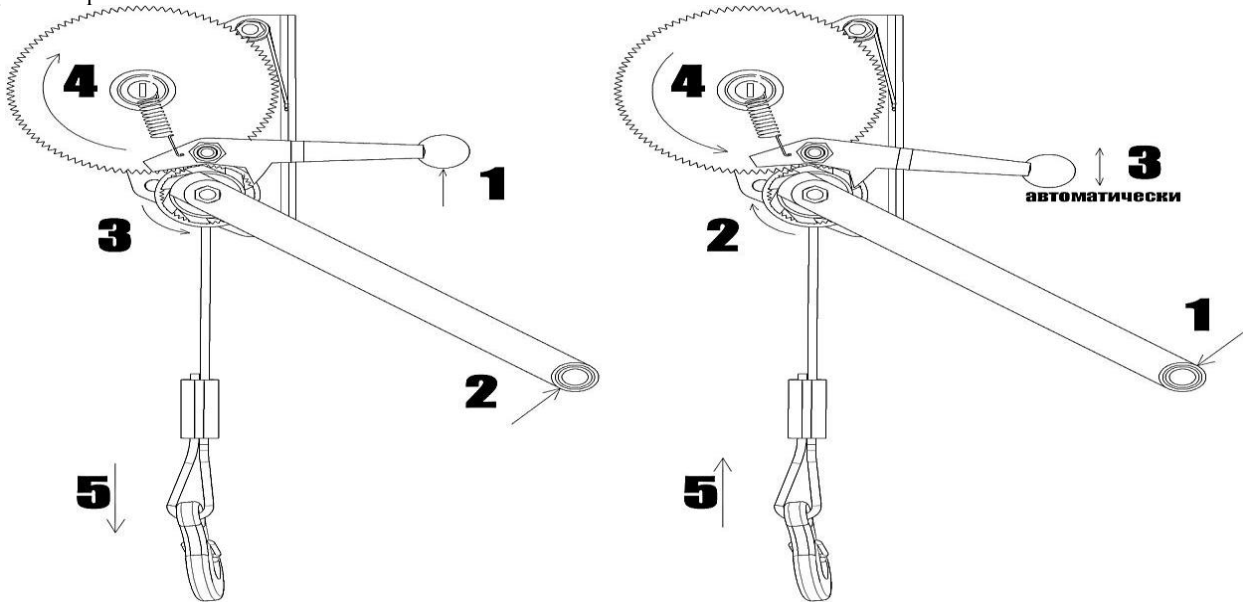

Рис. 6 Опускание и подъем.
8. Работа с лебедкой (рис. 6). Данные приведены для того случая, когда **дополнительный блок не используется** и канат подходит к барабану снизу, чтобы уменьшить опрокидывающий момент, действующий на лебедку.